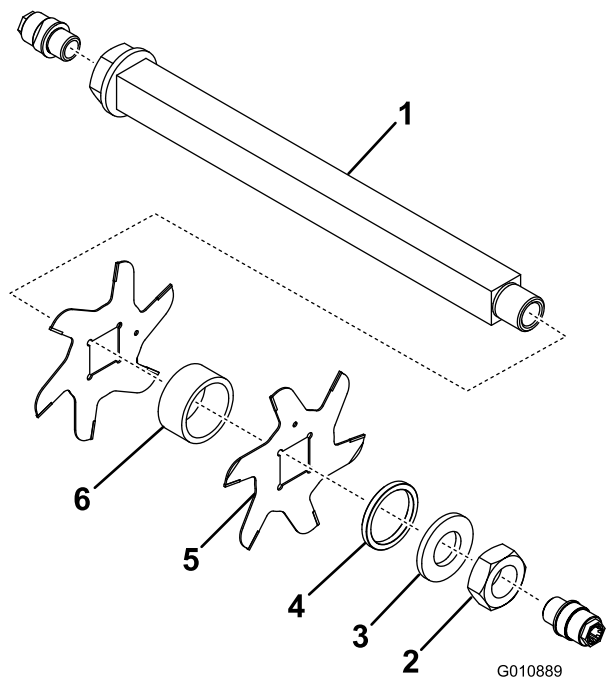

図 11
3. 小さいスペーサ、ワッシャ、ブレード、大きいスペーサを取り外す。シャフトをきれいに洗い、次の組み立てに備えてシャフト全体に薄くグリスを塗る（図 11）。